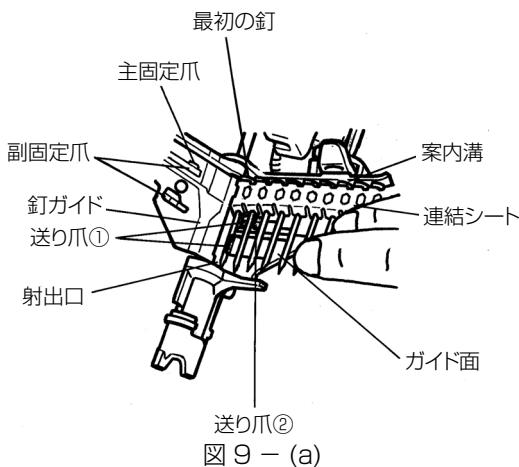

図9-(b)
釘ガイドをはずし、連結シートをガイド面に押しつけながら、釘列の最初の釘を射出口の中に入れ、2本目の釘を送り爪①と送り爪②の間に入れて、釘頭と上側連結シートが案内溝に入るようになります。(図9(a)、図9(b))